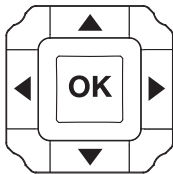

Fig. 4.2 Pavé de navigation
Le pavé de navigation est composé de cinq (5) boutons disposés en carré, comme le montre la Figure 4.2.